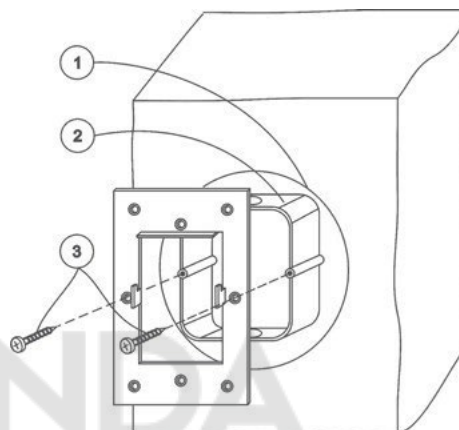

Рис.16
2. В подготовленное место установить монтажную коробку (из комплекта изделия). Коробку зафиксировать на стене саморезами через отверстия в дне коробки при помощи дюбелей, либо с помощью раствора (гипсовая, песчано-цементная смесь и пр.) (см. рис. 16).
3. На установленную монтажную коробку саморезами (в комплекте) закрепить монтажную металлическую рамку (из комплекта изделия). Выступы, находящиеся в центральной части рамки, фиксирующие панель управления на стене должны быть ориентированы на себя, зубцами вверх. (см. рис. 16).
1. Выбрать удобное место установки панели на поверхности. Разметить место установки при помощи шаблона из комплекта (см. рис.16).
2. Подобрать подходящий инструмент для обработки материала поверхности, на которую будет установлена панель (пользуйтесь шаблоном для установки). Инструментом выбрать прямоугольное отверстие в материале (размер см. рис.16).